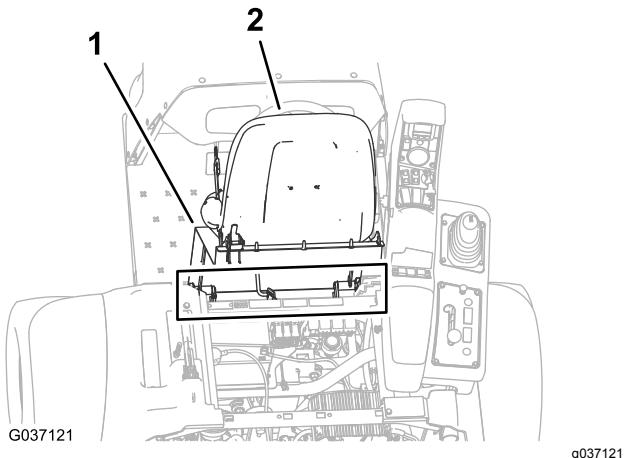

Figura 221
2. Alinhe os orifícios nas uniões da articulação do painel do banco com os orifícios no suporte do chassis (Figura 221).
3. Monte o painel do banco nos suportes do chassis com dois pinos articulados (Figura 221).
4. Prenda os pinos articulados na máquina com dois pernos de gancho (Figura 221).